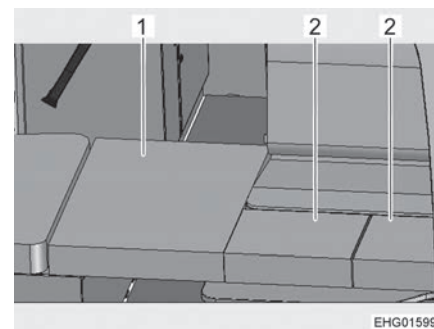

Fig. 146 Après la transformation
- Poser le grand coussin supplémentaire (Fig. 146,1) sur le renfort dans le couloir.
- Placer les petits coussins supplémentaires (Fig. 146,2) sur la table.